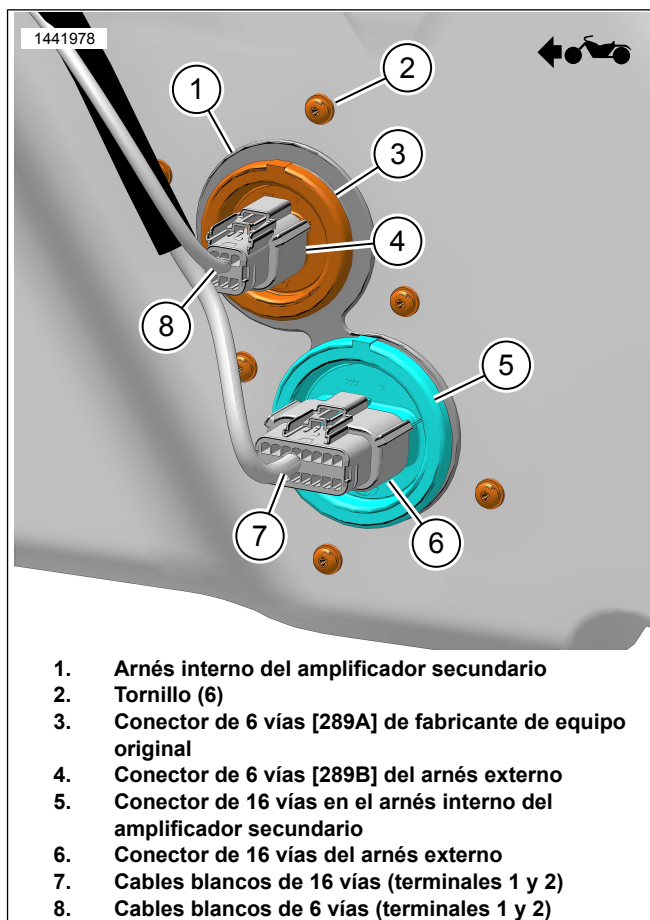

Figura 8. Cables blancos del arnés externo (fuera de la alforja)
1. Figura 8 Use una herramienta especial para quitar los terminales de los conectores.
- a. Instale el cable blanco/rosa (8) del conector de 6 vías de equipo original [289B] (4) en el terminal 1 del conector de 16 vías del arnés correspondiente al amplificador secundario [289B_1] (7).
- b. Instale el cable blanco/marrón (8) del conector de 6 vías de equipo original [289B] (4) en el terminal 2 del conector de 16 vías del arnés correspondiente al amplificador secundario [289B_1] (7).
3. Figura 8 Use cinta aislante para envolver los extremos de los cables blancos (7) que estaban en el conector de 16 vías (6), o quite los cables completamente del arnés del amplificador secundario junto con el conector sin usar [350B].
4. Asegure los cables blancos sin usar (7) según sea necesario.
Si la configuración no cuenta con altavoces para alforja, no se utilizará el conector de 6 vías (4) para el arnés externo. Figura 8